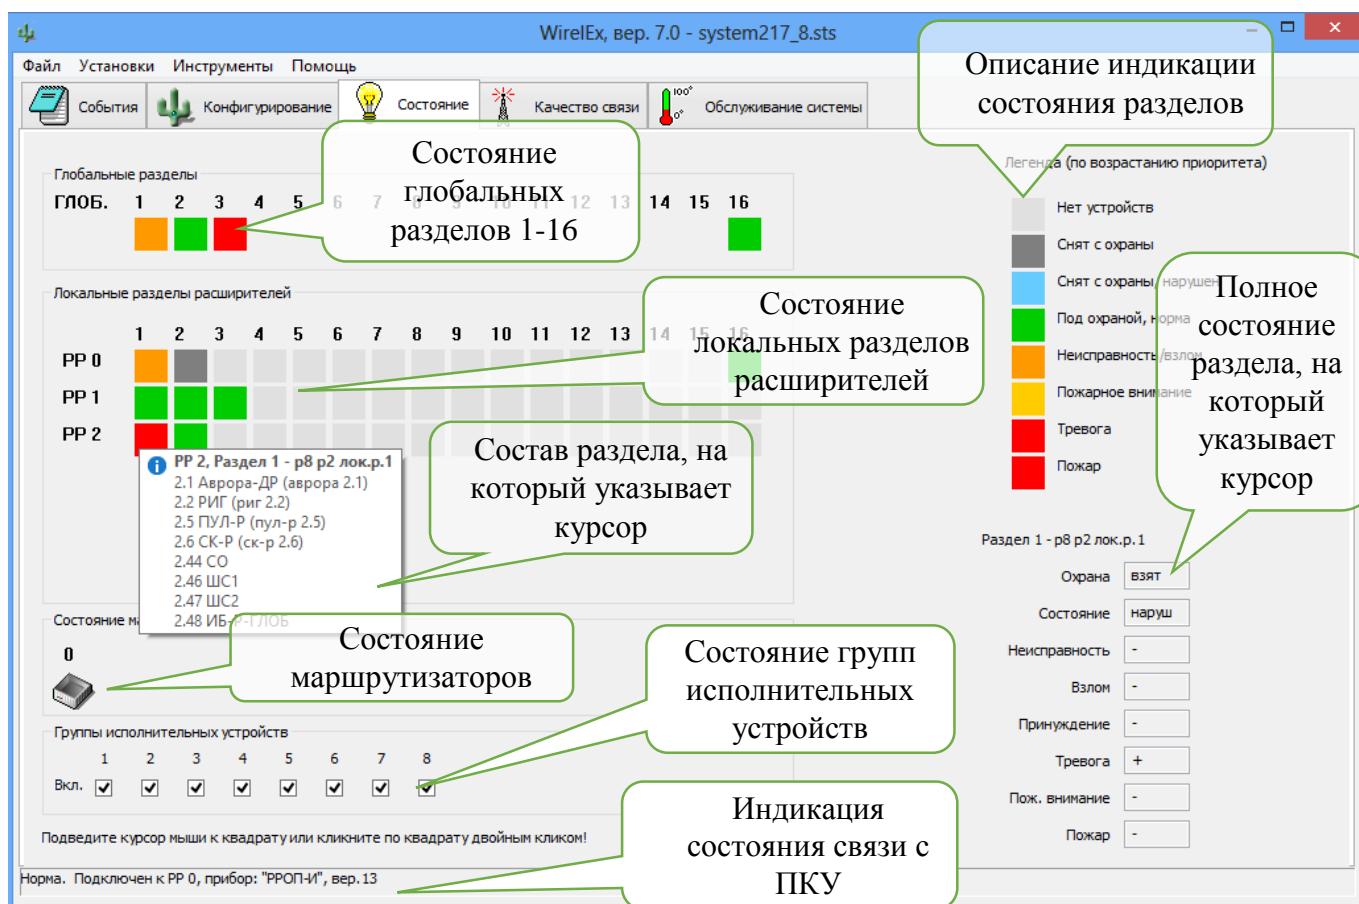

Рис. 14
**Вкладка "Состояние"** предназначена для мониторинга и управления состоянием локальных и глобальных разделов ВОРС (Рис. 14). На ней отображается состояние всех разделов радиосистемы.